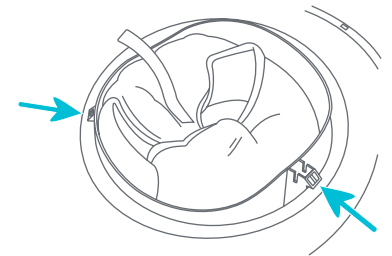

Fig. 2a
- Empuje las pestañas hacia adentro para separar el asiento de la placa superior antes de ensamblar (Fig. 2a).